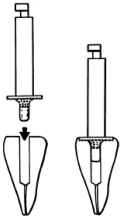

Fig. 2
6. Marque la superficie de la raíz, guiado por el canal, con la broca de diamante Locator (referencia Zest#8922) para formar una plataforma de 360 grados de circunferencia en la superficie oclusal de la raíz. (Fig. 2)